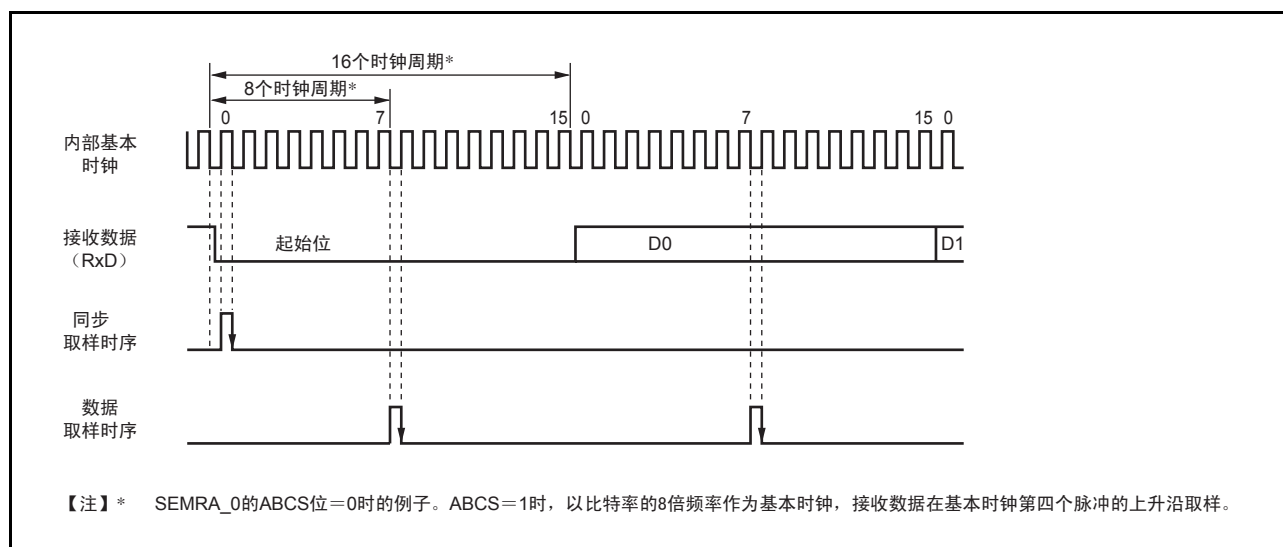

图 12.6 异步模式的接收数据采样时序
异步模式下，SCI 运行的基本时钟的频率为比特率的 16 倍。接收数据时用基本时钟采样起始位的下降沿，与内部同步。如图 12.6 所示，在基本时钟的第 8 个脉冲上升沿采样接收数据，在各位中央读出数据。因此在异步模式的接收容限如公式 (1) 所示。